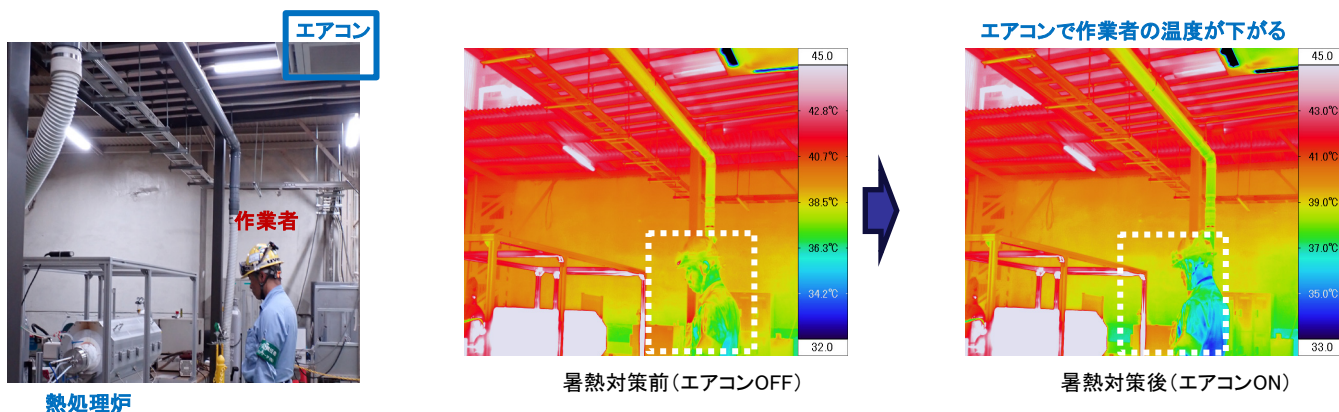

図1 熱処理炉前作業における暑熱対策効果、熱処理炉前作業エリアの温度画像
- 図1に示す熱処理炉前の作業者に対する暑熱対策前後(エアコンOFF/ON)の温度画像から、暑熱対策の効果が一目でわかります。